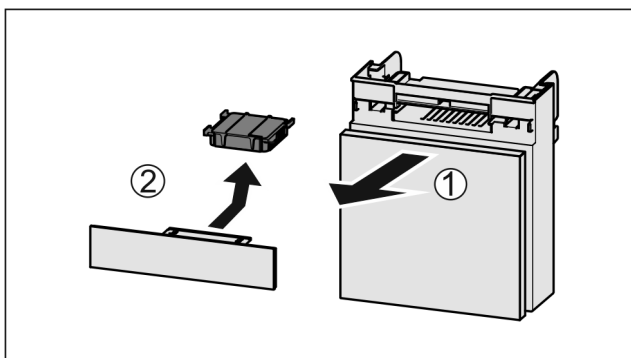

Fig. 166
- ▶ Wyciągnąć Fig. 166 (1) komorę do przodu.
- ▶ Wyjąć Fig. 166 (2) filtr z węglem aktywowanym.